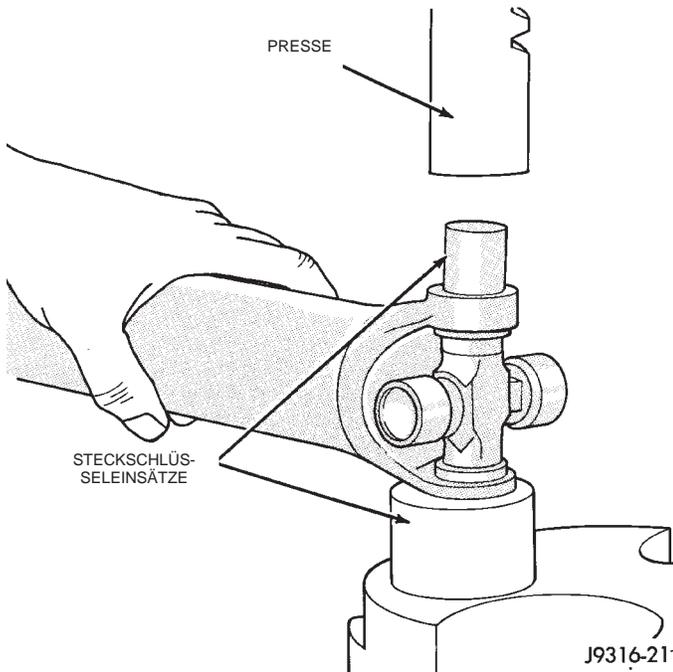

Abb. 19 Lagerdeckel auspressen
(4) Das Kreuzgelenk in eine Presse oder einen Schraubstock einspannen. Dabei einen ausreichend großen Steckschlüsseinsatz als Aufnehmer unter dem Kreuzgelenk positionieren.
(5) Falls das Gelenk einen Schmiernippel besitzt, muß er nach oben weisen.
(6) Einen Steckschlüsseinsatz, der im Durchmesser kleiner ist als der obere Lagerdeckel, als Treiber über dem Kreuzgelenk positionieren. Mit der kleinen Nuß auf den oberen Lagerdeckel drücken, um den unteren Lagerdeckel auszutreiben (Abb. 19).